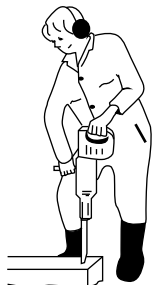

Figure 1.
- 1- Après avoir déterminé les emplacements des balises, vous devez forer un trou de 52mm ( 2 " ) de diamètre sur une profondeur de 125 mm ( 5 " ) ( Fig 1).
- 5- À l'aide de l'équerre de coupe poussez la tige contre le guide de coupe (Fig. 1 ) glissez la tige jusqu'à la lame et tourner la tige sur 360 degrés pour refaire l'encoche de retenue du connecteur.